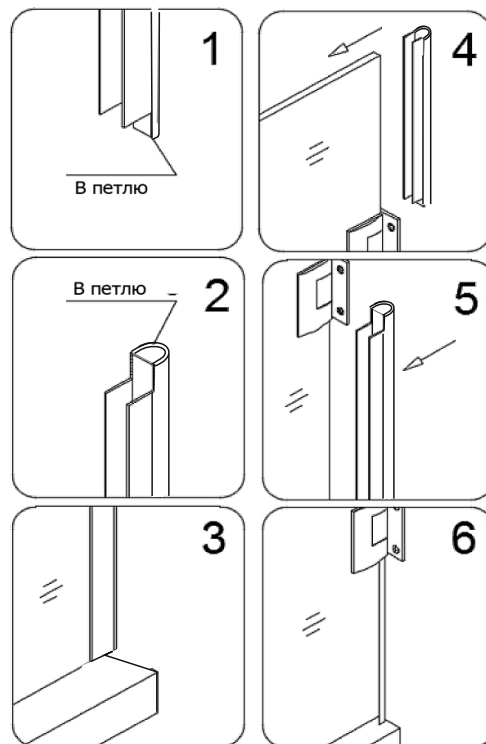
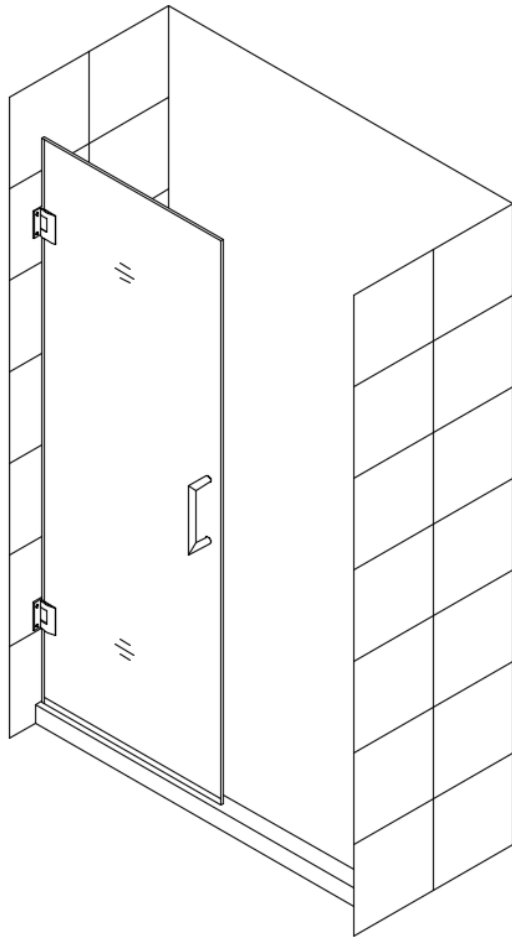

Рис. 4
Рис. 5
4. Обрежьте боковые уплотнители (4) 3 шт в соответствии с высотой изделия, установите нарезанные полоски на вертикальной кромке дверной панели со стороны петли. Установите нижний уплотнитель двери (5) и ручку (2). См Рис. 4 и рис. 5 инструкции.